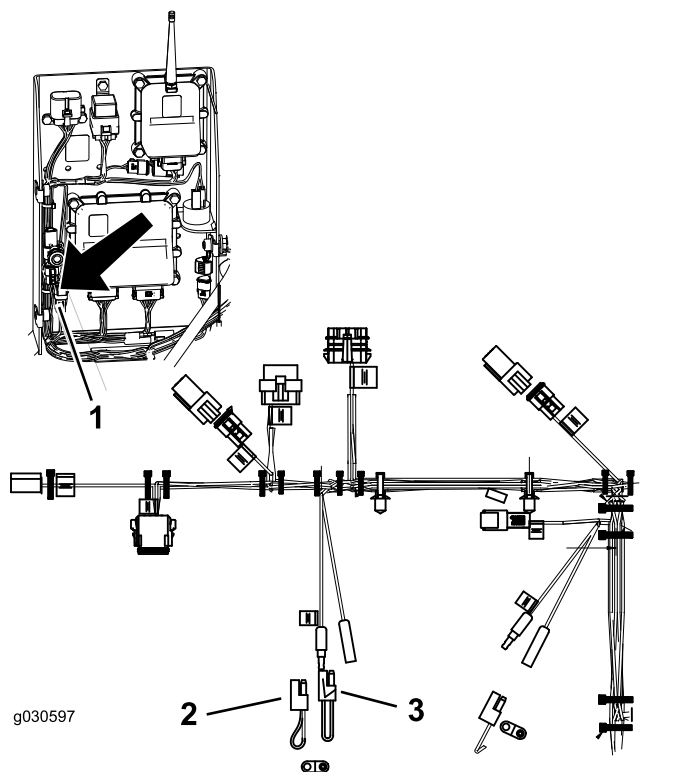

Figura 31
2. Desligue as duas ligações do conector "pigtail" mostrado na Figura 31.